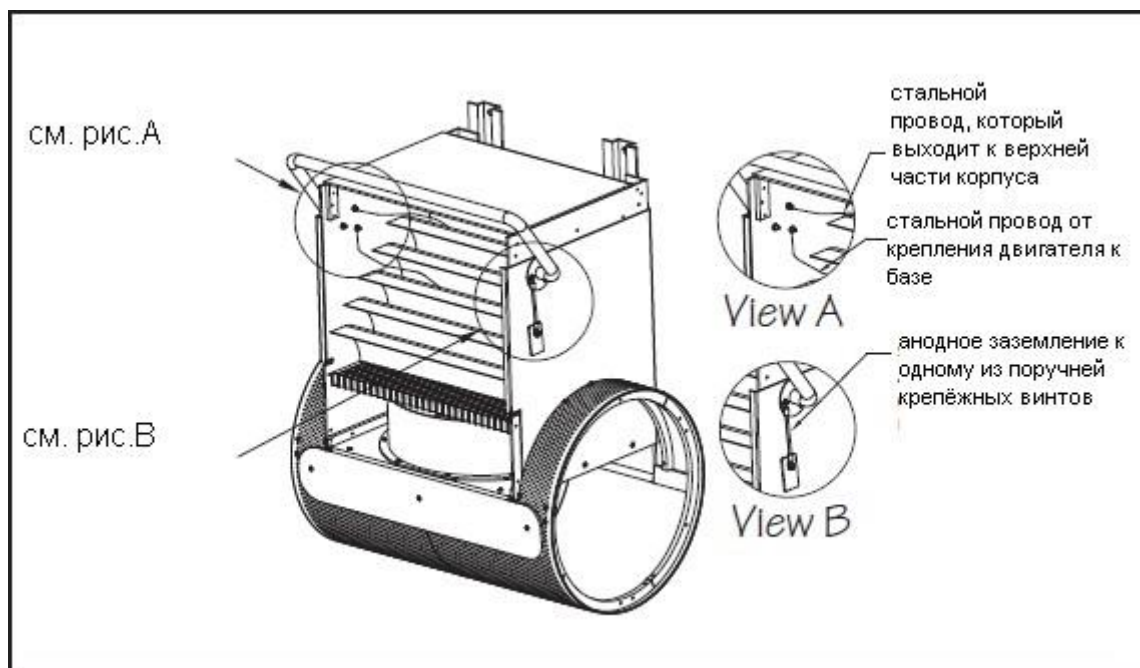

Рис.6.8
6.10. Прикрепите стальной поручень к верхнему корпусу при помощи винтов и крепёжных гаек. Проденьте стальной провод к креплению двигателя через горизонтальную решётку. Затем проденьте провод между двумя струенаправляющими перегородками. Поместите стальной провод (от крепления двигателя к базе) вокруг нижнего винта на левой стороне перед тем, как закрутить гайку внизу. Поместите второй провод (который выходит к верхней части корпуса) вокруг другого винта перед тем, как закрутить гайку внизу. На противоположной стороне поручня закрепите анодное заземление под одним из поручней крепёжных винтов. (Рис. 6.8)